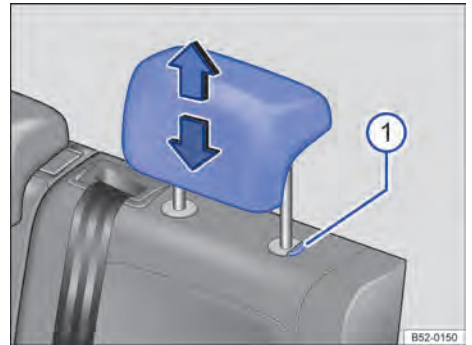

Fig. 66 Apoyacabezas trasero: ajustar.
- Deslocar el apoyacabezas hacia arriba o hacia abajo en la dirección de la flecha con la tecla → fig. 66  presionada →  de la pág. 81 en *Introducción al tema*.
- Retirar el apoyacabezas con la tecla → fig. 66 ① presionada.
- Empujar el apoyacabezas hacia abajo con la tecla → fig. 66 ① presionada.